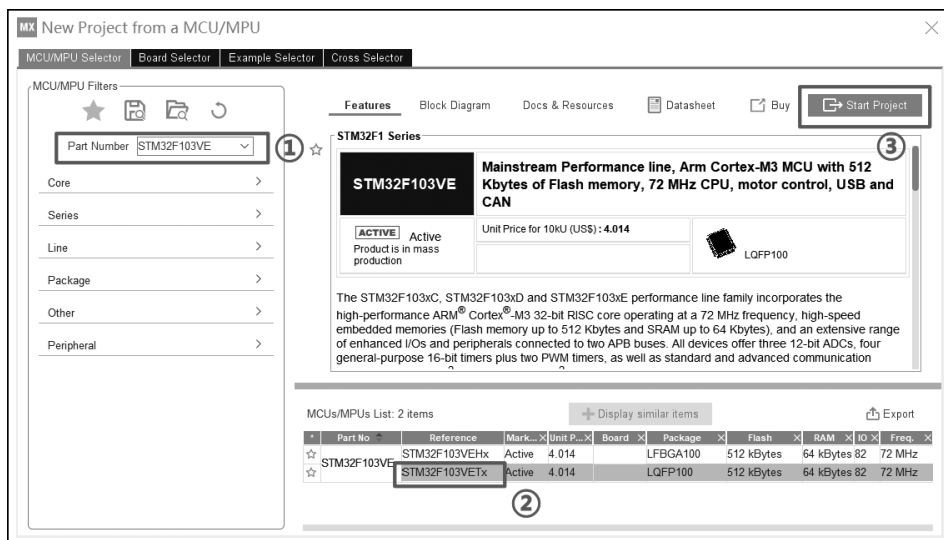

图 3-7 选择 MCU 型号
如图 3-7 所示,根据开发板使用的 MCU 型号,在①处的搜索框中输入 STM32F103VE,然后选择图中②处的 STM32F103VETx 为实际使用型号。单击③处,开始工程配置。